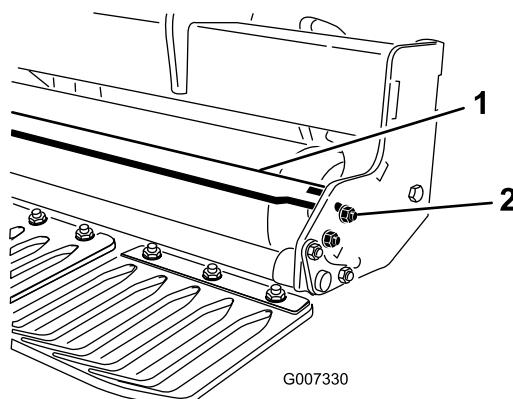

Figura 13
1. Afloje los herrajes que sujetan cada extremo del rascador a la pestaña del rascador de rodillo (Figura 13).